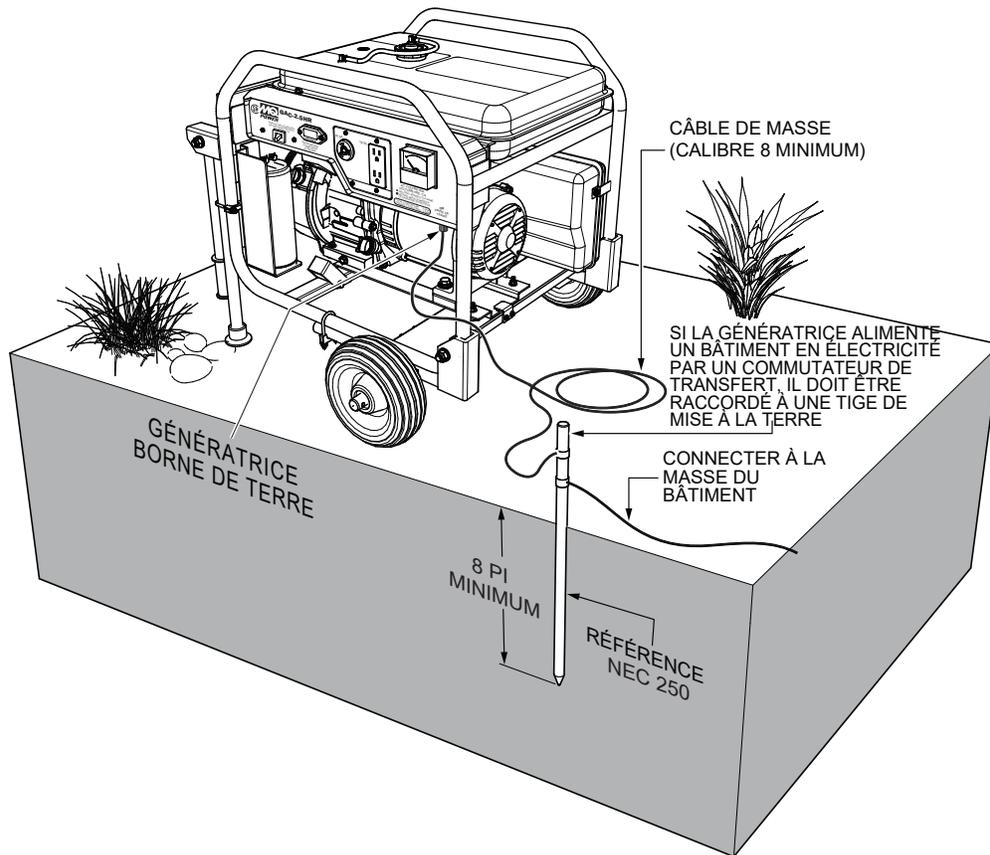

Figure 3. Mise à la terre de la génératrice
Connecter une extrémité du câble de masse au point de mise à la terre de la génératrice (Figure 3). Brancher l'autre extrémité du câble de masse à une mise à la terre appropriée (tige de mise à la terre).
L'Occupational Safety and Health Administration (OSHA) et le Code national de l'électricité (NEC) recommandent que, si la génératrice alimente une maison, un bureau, un magasin, une remorque ou d'autres structures similaires, elle **doit** être raccordée à un système d'électrodes de mise à la terre, comme une tige de mise à la terre actionnée (Figure 3).
Le cas échéant, pour se protéger contre les décharges électriques et les dommages possibles à la génératrice, il est important d'assurer une bonne mise à la **TERRE** (Figure 3).
2. Lors de la mise à la terre de la génératrice (Figure 3), connecter une extrémité du câble de masse à la cosse de mise à la terre de la génératrice. Brancher l'autre extrémité du câble de masse à la tige de mise à la terre.